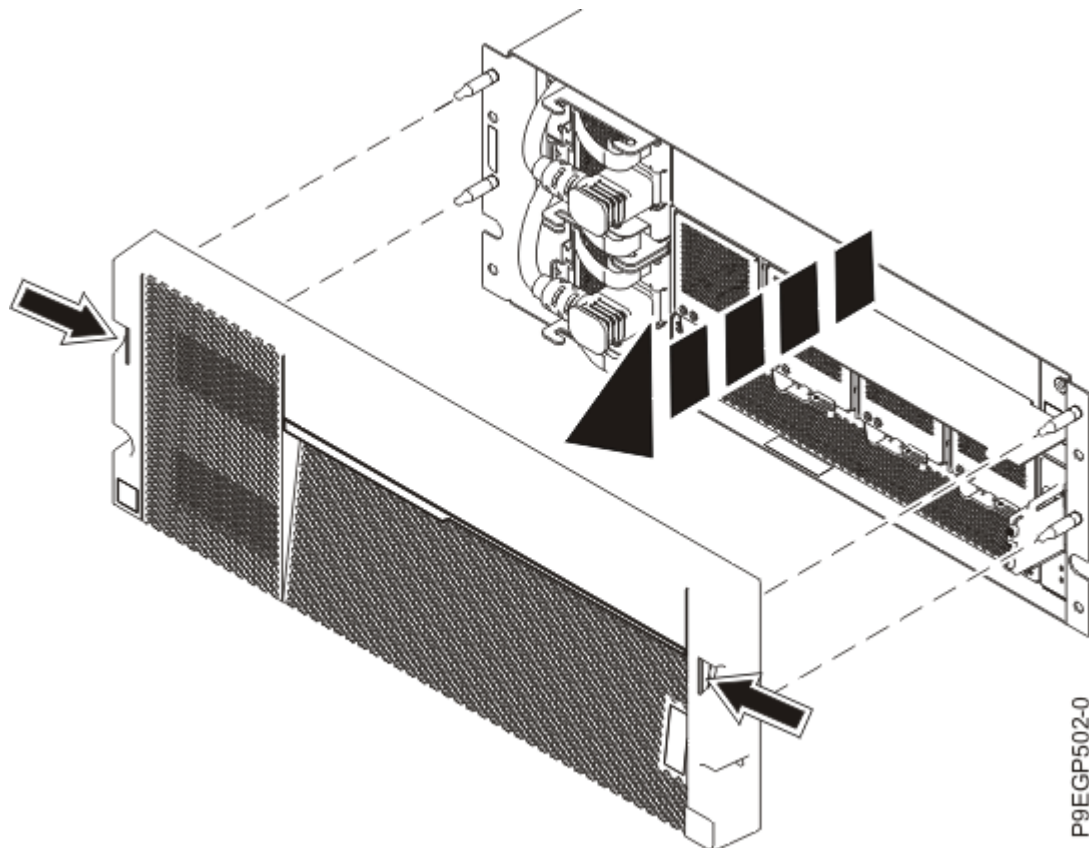

Abbildung 8. Abdeckung ausbauen und Serviceinformationskarte entfernen
- b. Ziehen Sie die Abdeckung mithilfe der zwei blauen Kontaktpunkte an den Seiten des Einschubs gerade heraus, um sie von der Vorderseite des Einschubs auszubauen (siehe Abbildung 8 auf Seite 12).